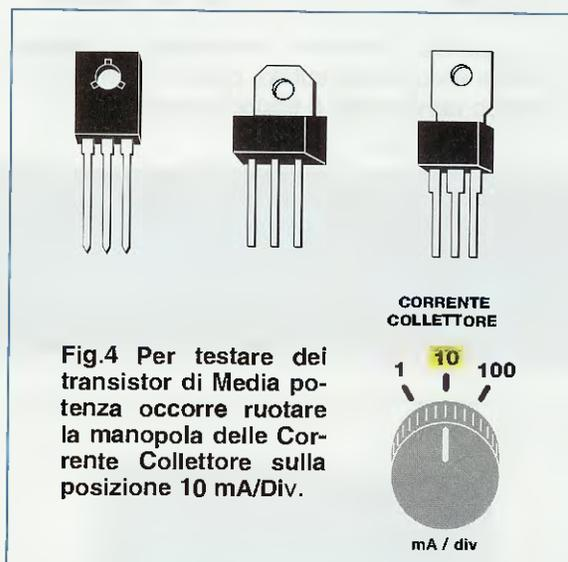

Fig.4 Per testare dei transistor di Media potenza occorre ruotare la manopola delle Corrente Collettore sulla posizione 10 mA/Div.
**media potenza** (vedi fig.4)